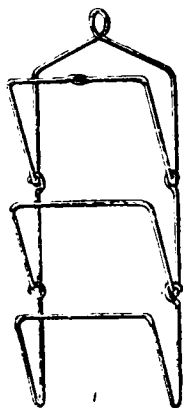

Рис. 90. Подставка для писемъ.
5. Подставка для писемъ (рис. 90).
Затѣмъ чертятъ рисунокъ подставки въ настоящую величину игибаютъ отрѣзанные куски проволоки съ помощью плоскогубцевъ и круглогубцевъ, согласно рисунку. Три отдѣльныя части, изъ которыхъ составлена подставка, можно сдѣлать въ 7—8 сантиметровъ (около $1\frac{3}{4}$ вершка) въ ширину и въ 6 сантиметровъ ($1\frac{3}{8}$ вершка) вышиной. Концы проволокъ загибаютъ въ видѣ петель; этими петлями отдѣльныя части подставки скрѣпляютъ одну съ другой (рис. 90). Какъ дѣлаются такія петли, мы уже объяснили раньше.